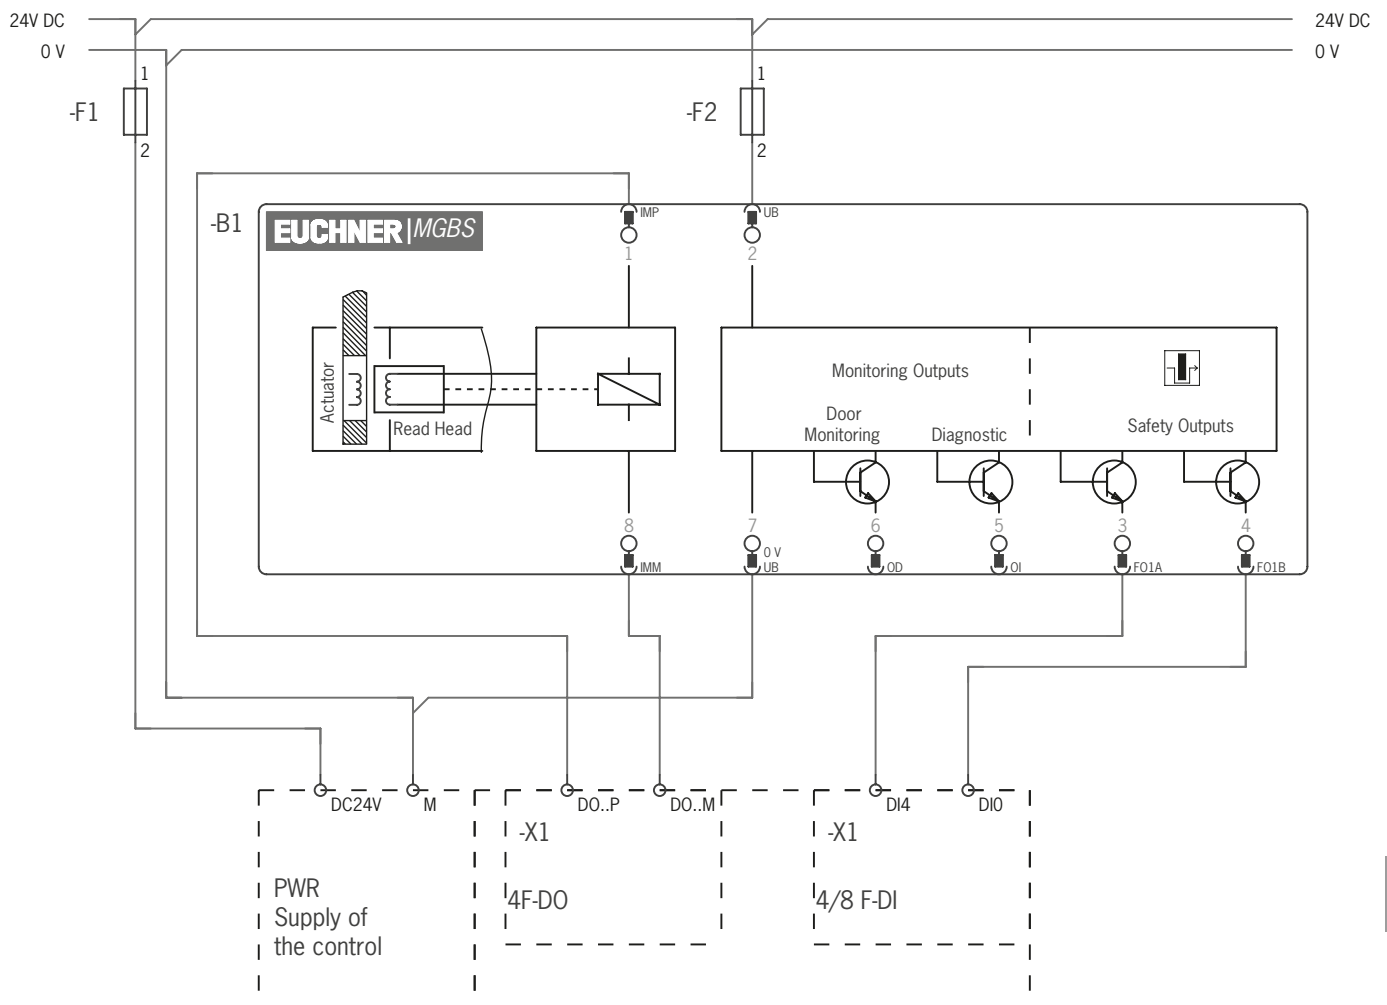

図 5: ET200 に対する接続に関する接続例
- ▶ 制御システムの安全出力を使ったソレノイドバルブのデュアルチャンネル制御の場合、以下のポイントを順守してください (図 5 (P 25) 参照):